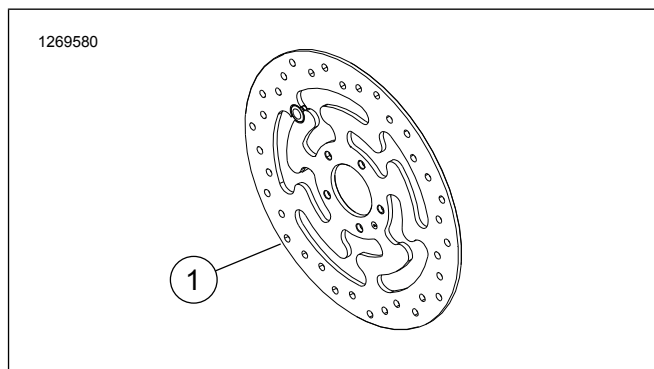

Рисунок 1. Диск переднего тормоза
- Винты для дискового тормоза. См. Рисунок 1 и Таблица 1.